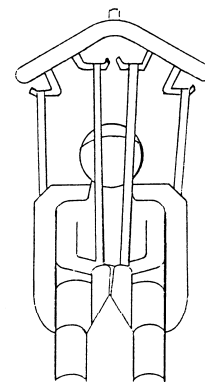

Abb.1
- Die Gurte des Rückenteils werden nun in die äußeren Haken des Drehbügels eingehängt (**Abb. 1**).